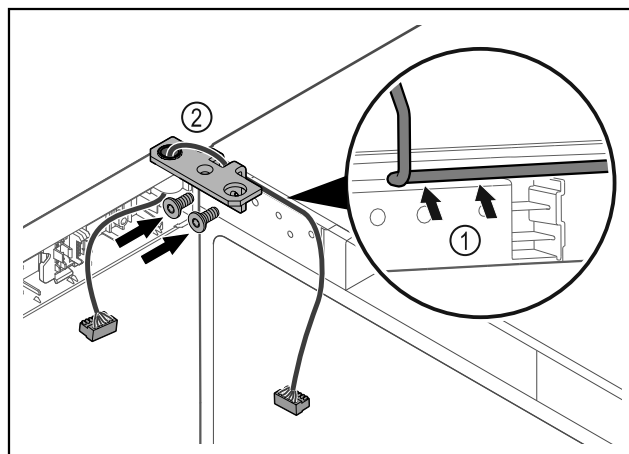

Fig. 43
- ▶ Vezesse át a kábelt a csuklópánton lévő nyíláson, majd óvatosan fektesse le Fig. 43 (1).
- ▶ Csavarozza fel a csuklópántot Fig. 43 (2).